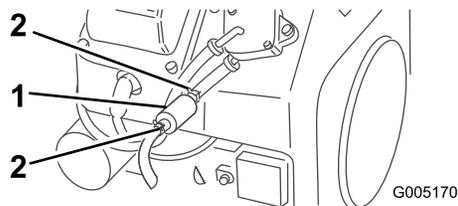

Рисунок 26
4. Сожмите концы шланговых хомутов и сдвиньте их с фильтра (Рисунок 26).
5. Поместите под топливные линии сливной поддон, чтобы собрать утечки, после чего снимите фильтр с топливных линий (Рисунок 26).